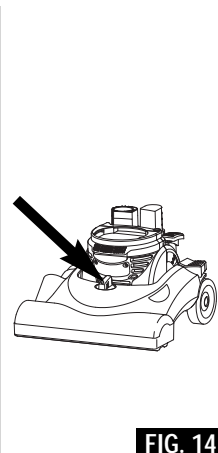

FIG. 14
**Step 5: Cleaner Height Setting** (some models only). Use the knob on the hood (FIG. 14) to raise or lower the cleaner's base to match the type of floor surface. With the cleaner cord unplugged, set the adjustment to the lowest setting for maximum carpet cleaning. **If the cleaner is difficult to push, adjust to the next highest setting until the cleaner is comfortable to push.** The brush roll must reach the carpet for effective cleaning. For ease in moving the adjustment knob, place handle in operating position and tilt cleaner back to remove weight from front wheels.
**Paso 5: Ajuste de altura de la aspiradora** (sólo en algunos modelos). Use la perilla de la cubierta (FIG. 14) para levantar o bajar la base de la aspiradora a fin de adaptarla al tipo de superficie del piso. Con el cable de la aspiradora desenchufado, elija la altura más baja para una limpieza más a fondo de la alfombra. **Si se hace difícil empujarla, mueva el ajuste al valor próximo más alto hasta que la aspiradora se pueda empujar con comodidad.** El cepillo giratorio debe alcanzar la alfombra para lograr una limpieza efectiva. Para mover la perilla de ajuste más fácilmente, coloque el mango en la posición de funcionamiento e incline la aspiradora hacia atrás para aliviar de peso las ruedas delanteras.